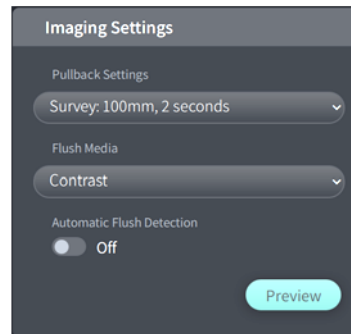

図 3 Imaging Settings 画面
- (1) モニターのタッチディスプレイで[Acquire]を選択し、Imaging Settings 画面 (図 3)を表示し、以下の設定を行う。